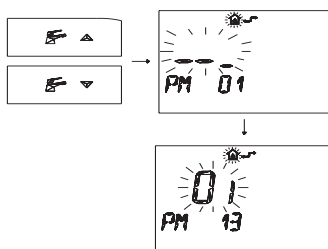

Figura 5.46 Remoto programmazione.
- 3 Premere i pulsanti o per visualizzare la programmazione "PM 13" modo pompa (Figura 5.46)